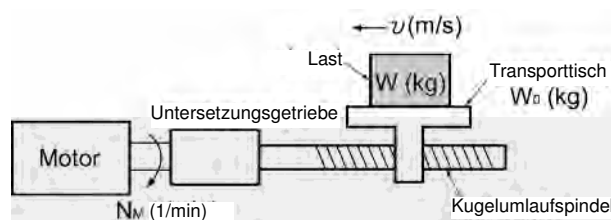

Abbildung 7.7: Bewegen einer Last in horizontaler Richtung
Es wird eine vereinfachte mechanische Konfiguration wie in Abbildung 7.7 gezeigt angenommen. Wenn das Gewicht des Transporttisches  $W_0$  (kg), die Last  $W$  (kg) und der Reibungskoeffizient der Kugelumlaufspindel  $\mu$  ist, ergibt sich für die Reibungskraft  $F$  (N) der folgende Ausdruck, der die zum Antrieb der Last erforderliche Kraft wiedergibt:
Angenommen wird ein Transporttisch, der wie in Abbildung 7.7 gezeigt von einem Motor angetrieben wird. Bei einer Tischgeschwindigkeit  $v$  (m/s) und einer Motordrehzahl  $N_M$  (1/min) entspricht der äquivalente Abstand von der Welle dem Wert  $60 \cdot v / (2\pi \cdot N_M)$  (m). Das Trägheitsmoment von Tisch und Last gegenüber der Welle wird wie folgt berechnet: